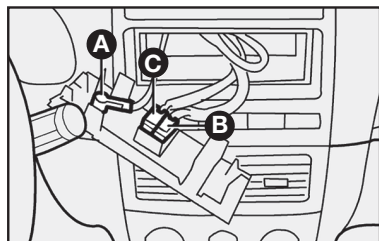

fig. 134
- Cables para la alimentación de la radio **C-fig. 134**.
- Cables para los altoparlantes y tweeters **B-fig. 134**.
- Cable para antena de techo **A-fig. 134**.
- Cable para la alimentación de la radio **C-fig. 134**.
- Cable para altoparlantes delantero y trasero **fig. 134**.